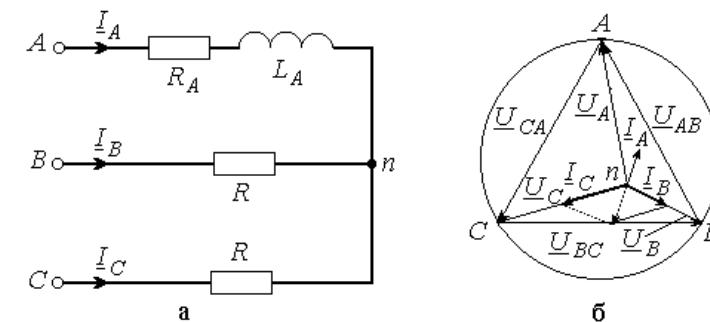

Рис. 9.3
Также из векторной диаграммы находится положение вектора тока особой фазы при индуктивно-активном характере нагрузки (катушки по 900 витков) в соответствии с первым законом Кирхгофа (рис. 9.3). Найденный по этой диаграмме угол сдвига фаз напряжения и тока особой фазы  $\varphi$  используется при построении векторной диаграммы цепи с нулевым проводом при том же характере нагрузки особой фазы.
6. Для случая включения в фазу  $A$  катушки с параметрами  $R, L$  (цепь без нулевого провода) на диаграмме построены все напряжения и токи двух других фаз (рис. 9.3).
8. Куда смещается нейтральная точка  $n$  на диаграмме рис. 9.3, б, если в фазу  $A$  схемы рис. 9.3, а вместо катушки включить конденсатор?